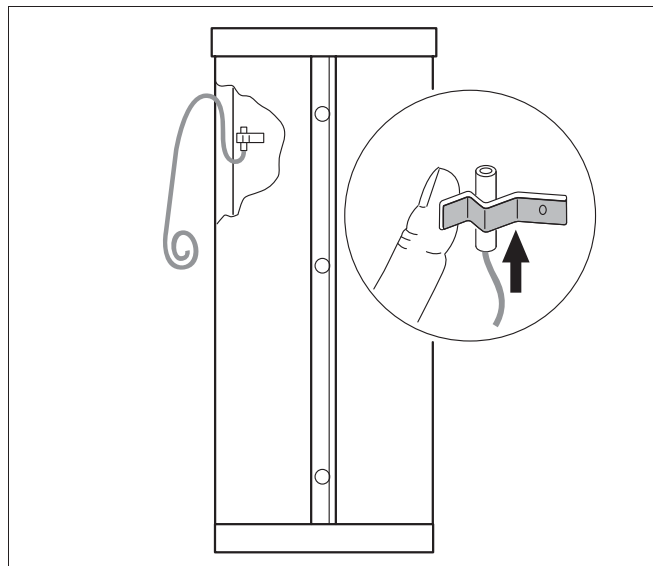

Рис. 10 Установка датчика (схематичное изображение)
- ▶ Установите датчик в пружинный держатель так, чтобы вся его контактная поверхность плотно прилегала к наружной стороне корпуса бака-водонагревателя (рис. 10).